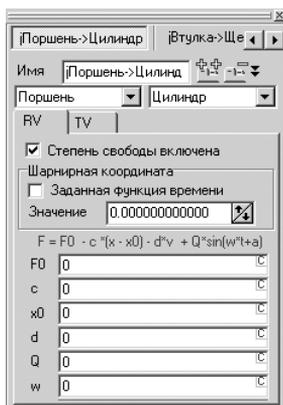

Рис. 2.56. Окно **Инспектор** после выделения в раскрытом списке **Шарниры** пункта **jПоршень->Цилиндр**
- щелкните в **Дереве элементов** по пункту **Шарниры**, если он не раскрыт, а затем в раскрытом списке по пункту **jПоршень->Цилиндр**. Появится соответствующее окно **Инспектор**, как на рис. 2.56;